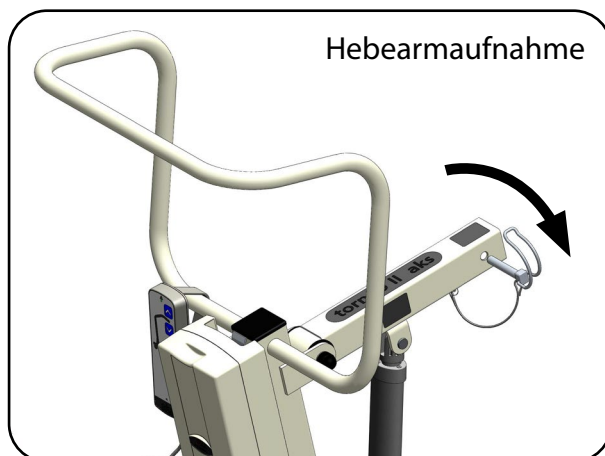

Abb. 6.2.04 – Demontage des Rohrklappsteckers
6. Klappen Sie die Hebearmaufnahme herunter. Ziehen Sie den Rohrklappstecker aus der Hebearmaufnahme. Klappen Sie dazu erst den Bügel am Rohrklappstecker um (Abb. 6.2.04).